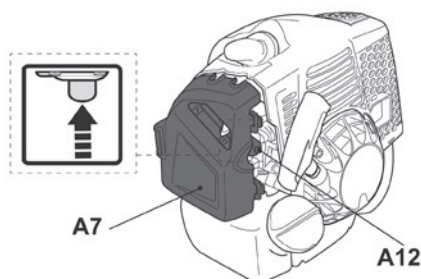

Fig. 32
- > El cebador (A12) está ubicado detrás de la carcasa del filtro de aire (A7). Utilice el cebador para el arranque en frío (Fig. 32).